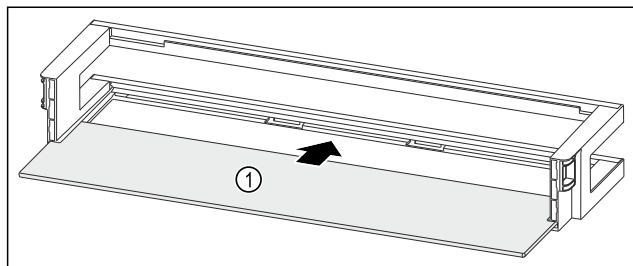

Fig. 123 Polica u vratima s policom za odlaganje
- Policu za odlaganje Fig. 123 (1) gurnite u bočne otvore.